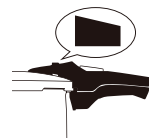

Fig. 13
- Quando o indicador de pressão está na posição inicial, toda a pressão foi libertada da panela de pressão e pode abri-la (Fig. 13).